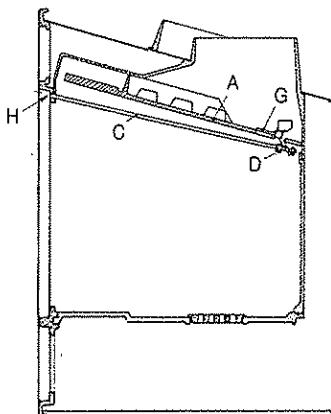
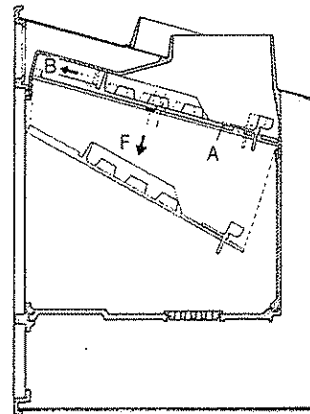

Fig. 1
Fig. 2
7.3. DE LA PLACA DEFLECTORA. (Ver Fig. 1 y Fig. 2).
2.º Deslizar la placa deflector "A" hacia adelante (dirección "B") hasta hacer coincidir los pivotes de sujeción de los costados con las muescas que ésta tiene, consiguiendo que la placa caiga (dirección "F") (Fig. 2).
IMPORTANTE: En el modelo C-3/80 empujar con la mano la varilla "C" hasta que su extremo saliente quede a paño con el marco "H" (Fig. 1), comprobando que en esta posición quede com-